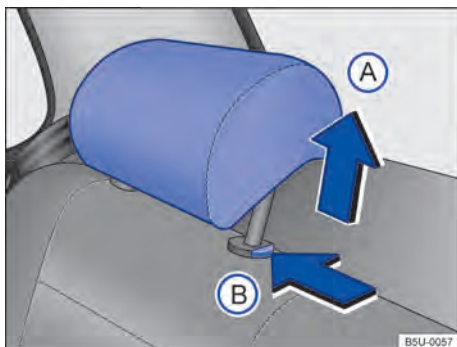

Fig. 60 Apoio para cabeça traseiros: ajustar.
- Empurrar o apoio para cabeça para cima na direção da seta → Fig. 60 (A) ou com a tecla → Fig. 60 (B) pressionada, empurrar para baixo → ⚠ em *Introdução ao tema* na página 69.